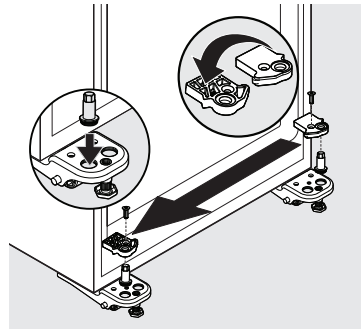

figura 3
- Con un destornillador de cabeza Torx T20, retire el tornillo del tope de la puerta y retire el tope de la puerta (consulte la Figura 3).
- Usando una llave de cubo de 5/16 pulg., desatornille la clavija de la bisagra inferior (vea la Figura 3).
- Vuelva a instalar el pasador de la bisagra inferior en el orificio del lado izquierdo en la bisagra del lado izquierdo (consulte la Figura 3).
parte superior de la bisagra inferior con el tornillo (consulte la Figura 3).